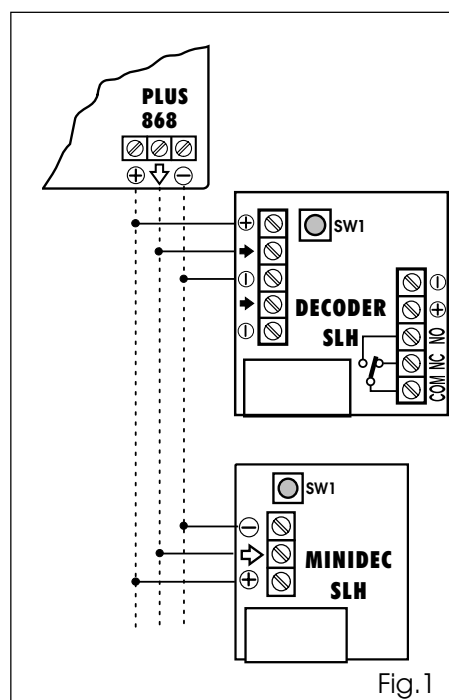

Fig.1
- 1) Alimenter l'installation après avoir effectué l'installation et les connexions électriques des composants du Système 868 SLH (fig. 1).